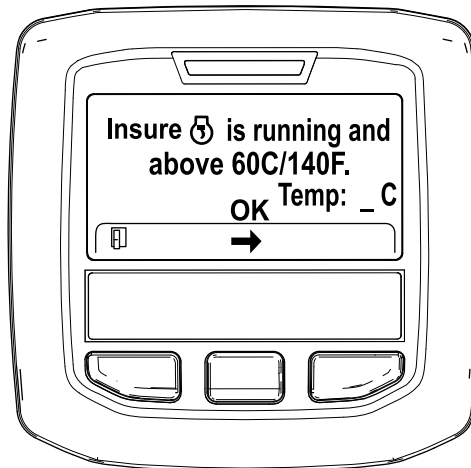

Рисунок 40
5. Если температура охлаждающей жидкости ниже 60 °C (140 °F), появится сообщение "Insure  is running and above 60C/140F" («Убедитесь в том, что двигатель работает и температура выше 60 °C / 140 °F»). (Рисунок 40).